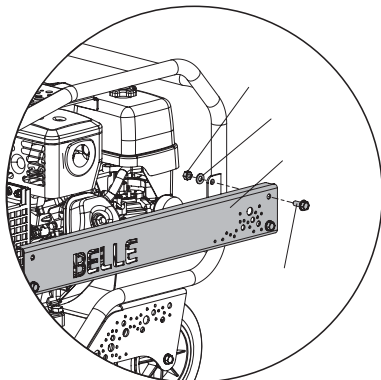

Abb. 1
1. Entfernen Sie den linken Seitenschutz und die 4 M8-Schrauben, Muttern und Unterlegscheiben (**siehe Abb. 1**).